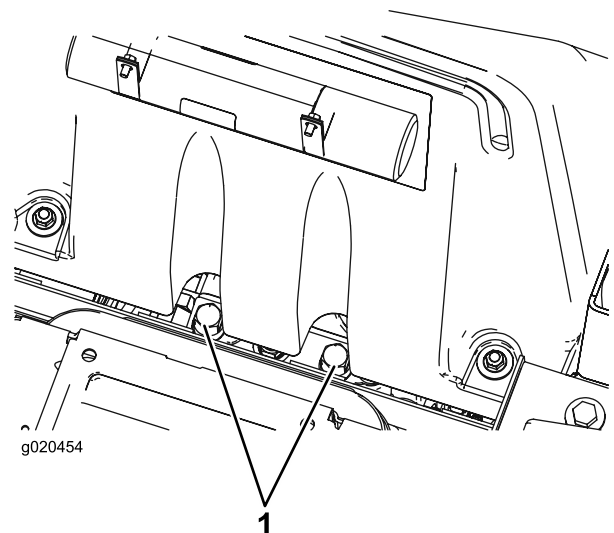

Bild 58
1. Klappen Sie den Sitz hoch und ermitteln Sie die Sicherheitsventile, die sich unter der Vorderseite des Kraftstofftanks befinden (Bild 58).